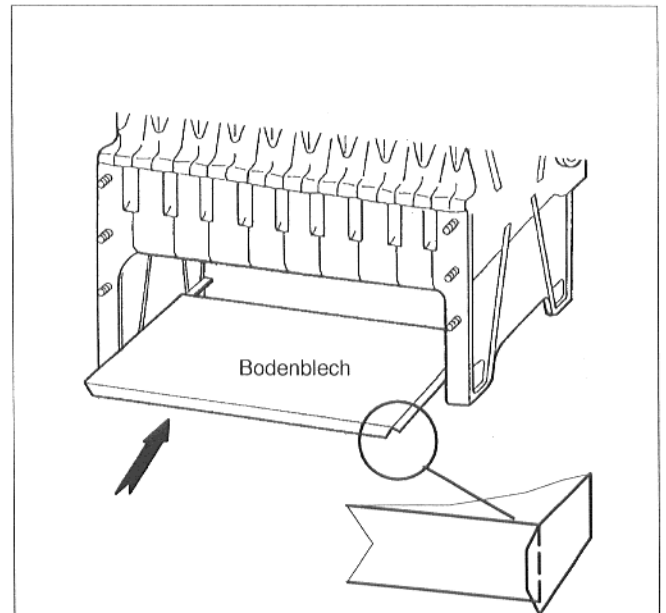

Abb. 20
- Bodenblech in den Feuerungsraum einschieben ; offene Seite nach unten (Abb. 20).